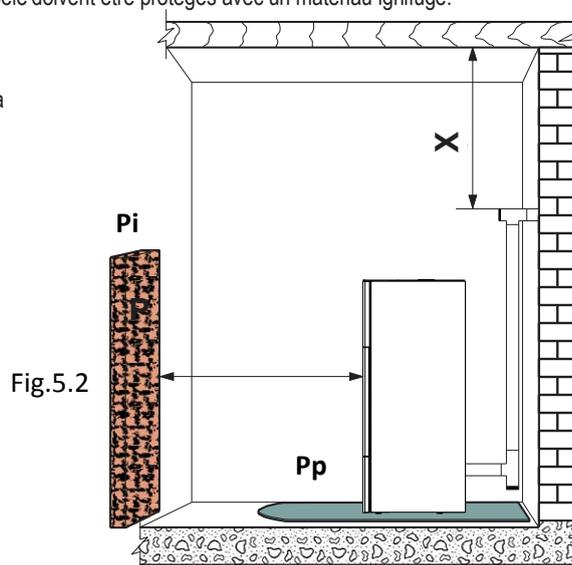

Fig.5.2
- Respecter la distance minimale des matériaux inflammables (x) indiquée sur la plaquette d'identification des conduits utilisés pour réaliser la cheminée (Fig. 5.2).